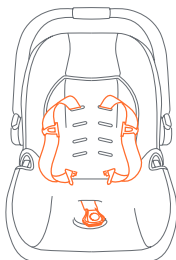

Fig. 36-1
3. Coloque la sillita de seguridad sobre una superficie firme y plana. Mueva la manija de traslado a la posición no mecedora. Afloje las correas del arnés tirando de ellas al mismo tiempo que presiona el botón de ajuste del arnés que se encuentra debajo de la almohadilla, justo en frente de la hebilla. Desabroche el gancho del pecho del arnés. Desabroche las correas del arnés y pase las correas del arnés sobre el respaldo de la sillita o hacia los costados de la sillita de seguridad (Fig. 36-1).